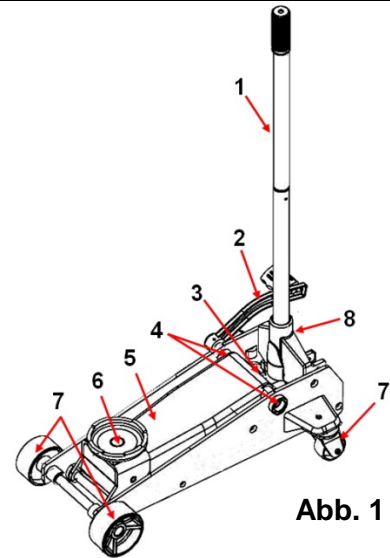

Abb. 1
2. Beachten Sie Abbildung 1 für die Durchführung dieses Schritts. Entfernen Sie die Schraube (9), die sich in einem Teil des Pumpenhebels befindet. Befestigen Sie die beiden Teile des Pumpenhebels 1 und 2, um die Bohrungen an beiden Teilen aufeinander auszurichten. Setzen Sie die Schraube (9) wieder ein und ziehen Sie sie fest.